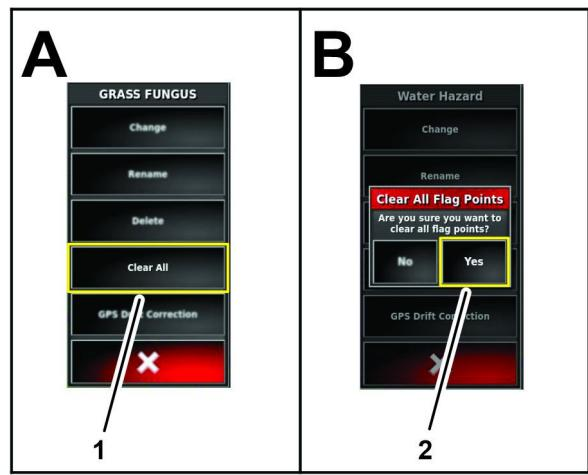

图 86
- 在编辑标志旗菜单中按清除全部图标图 86。
- 在清除所有标志旗点对话框中按是图标图 86。